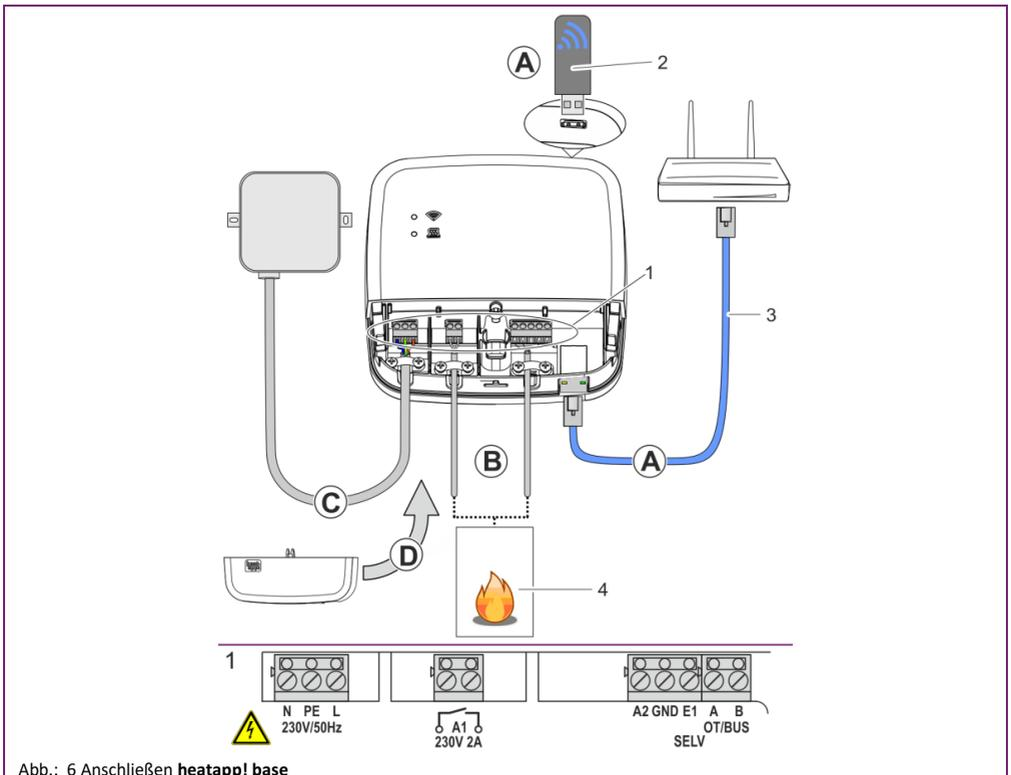

Abb.: 6 Anschließen heatapp! base
- B** Schließen Sie den Energieerzeuger (Abb. 6: Anschließen **heatapp!** base Pos.4, optional) gemäß der Klemmenbelegung am **heatapp!** base an.